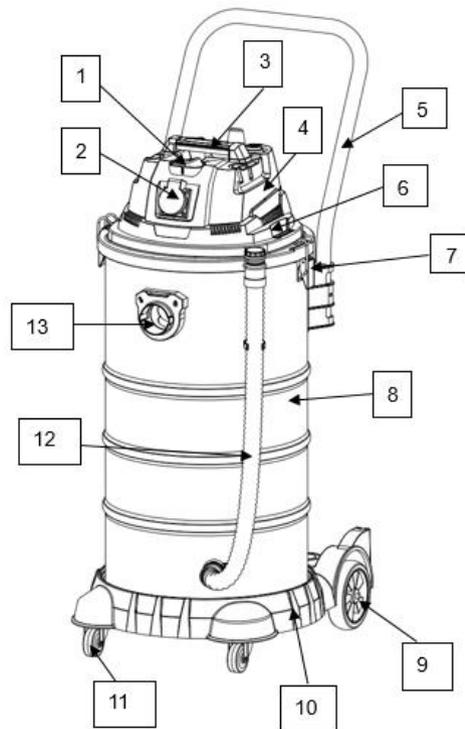
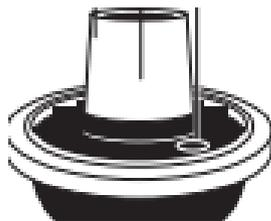

Рис. 1
Рис. 4
- Разблокируйте два замка (7) (Рис.1) с обеих сторон пылесоса и за ручку (3) (Рис.1) снимите секцию электродвигателя (6) (Рис.1).
- Для сухой уборки (без всасывания воды) на фильтрующий отсек двигателя (рис.4) установите HEPA фильтр.
- После установки соответствующего фильтра за ручку (3) (Рис.1) правильно установите секцию электродвигателя (3) (рис.4) на бак (8) (Рис.1) и заблокируйте два замка (7) (рис.1).